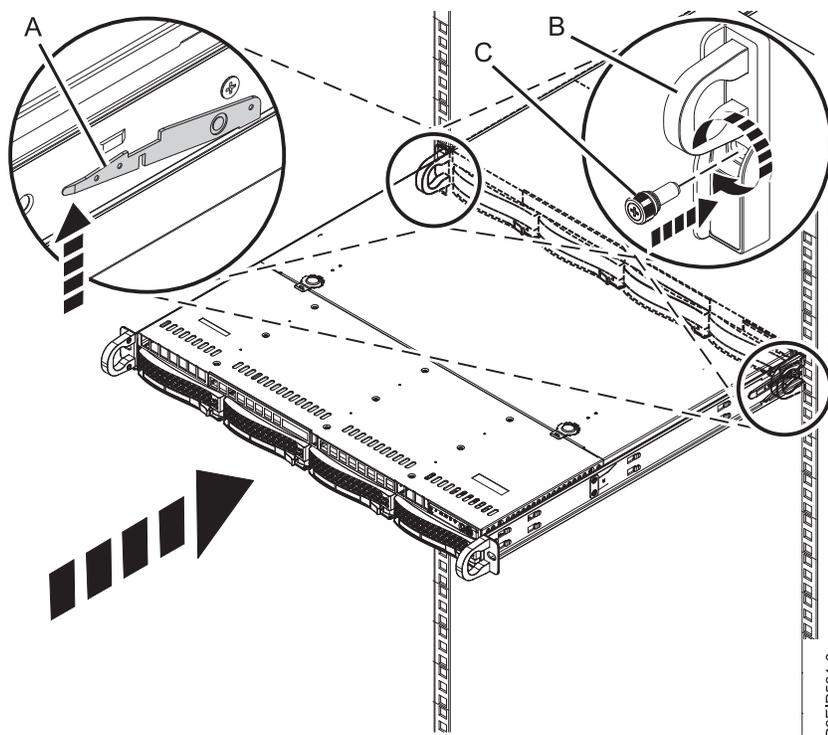

Figura 57. Colocando o sistema na posição de operação
5. Libere as travas de segurança do trilho (A) erguendo-as, conforme mostrado na Figura 57, em seguida, empurre o sistema totalmente para dentro do rack. As travas de segurança trabalham em direções opostas; a trava em um lado se move para cima enquanto a trava no outro lado se move para baixo.